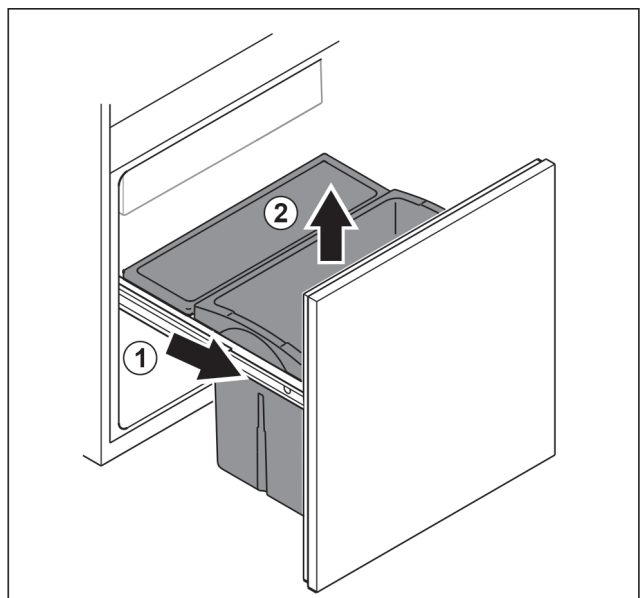

Fig. 97
- ▶ Vytiahnite vyťahovací vozík až na doraz. Fig. 97 (1)
- ▶ Odoberte zásuvku nahor. Fig. 97 (2)